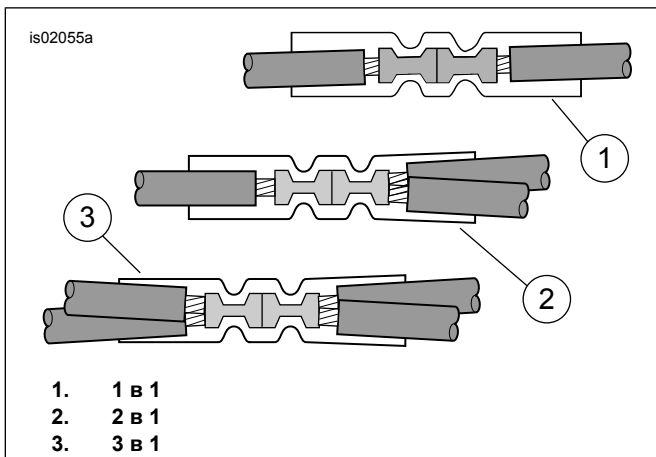

Рисунок 7. Конфигурации соединений внахлест
4. См. Рисунок 22. Возьмите герметичный разъем соединений внахлест (3) из комплекта. Конфигурацию соединения внахлест 2 в 1 см. в Рисунок 7. Соедините внахлест жгут проводов питания рукоятки руля с подогревом и оранжево-белые провода основного жгута проводов в соответствии с инструкциями, приведенными в приложении к руководству по техническому обслуживанию.
6. См. Рисунок 22. Возьмите герметичный разъем соединений внахлест (3) из комплекта. Конфигурацию соединения внахлест 1 в 1 см. в Рисунок 7. Соедините внахлест жгут проводов питания рукоятки руля с подогревом и провод адаптера в соответствии с инструкциями, приведенными в приложении к руководству по техническому обслуживанию.
3. См. Рисунок 22. Возьмите герметичный разъем соединений внахлест (3) из комплекта. Конфигурацию соединения внахлест 2 в 1 см. в Рисунок 7. Соедините внахлест жгут проводов питания рукоятки руля с подогревом и обрезанные оранжево-белые провода в соответствии с инструкциями, приведенными в приложении к руководству по техническому обслуживанию.
3. См. Рисунок 22. Возьмите герметичный разъем соединений внахлест (3) из комплекта. Конфигурацию соединения внахлест 2 в 1 см. в Рисунок 7. Соедините внахлест жгут проводов питания рукоятки руля с подогревом и оранжево-белые провода основного жгута проводов в соответствии с инструкциями, приведенными в приложении к руководству по техническому обслуживанию.
4. Установите предохранитель 2A (12) из комплекта в канал предохранителя, чтобы замкнуть цепь.